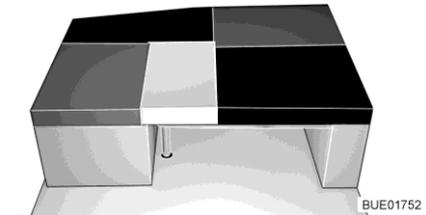

Bild 158 Nach dem Umbau
- Das Rückenpolster des Seitensitzes/der Seitensitzbank auf den Tisch legen (zwischen das Sitzpolster des Seitensitzes/der Seitensitzbank und das Zusatzpolster, siehe Bild 158).